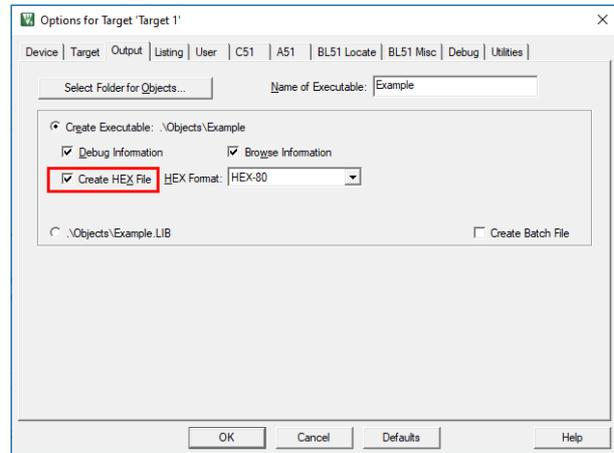

Рисунок 7. Настройка проекта для создания файла с расширением hex
4. В настройках проекта во вкладке «Output» установить галочку «Create HEX File» для создания файла с расширением hex. Нажать «OK» (Рисунок 7).